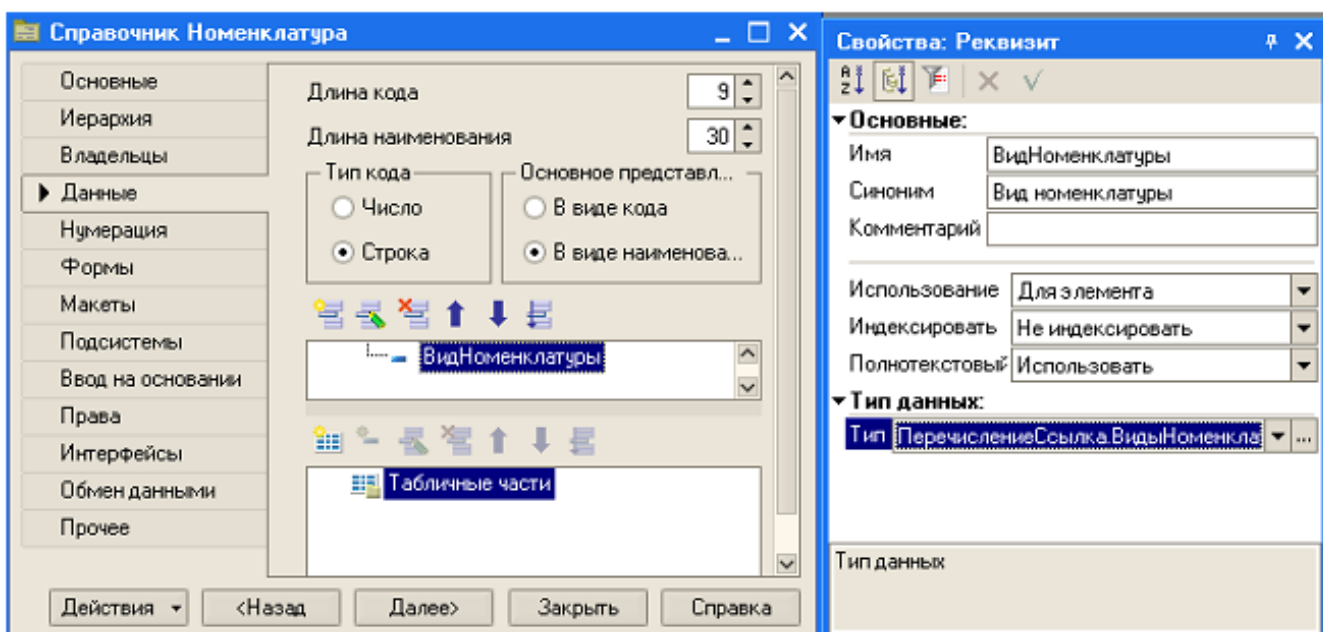

Рис. 90
- Добавьте в справочник **Номенклатура** новый реквизит *ВидНоменклатуры* с типом *ПеречислениеСсылка.ВидыНоменклатуры* (рис. 90);